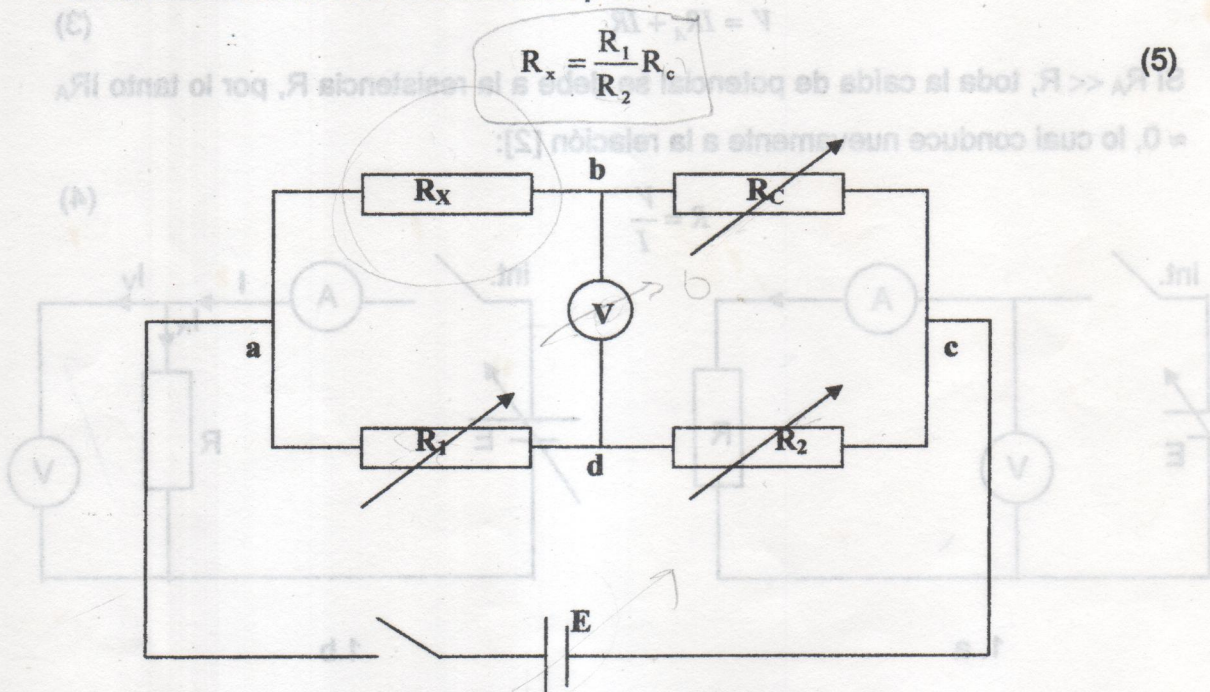

Figura 2. Puente de Wheatstone.
El puente de resistencia o puente Wheatstone, se utiliza para determinar el valor de un resistor desconocido por comparación con tres resistores cuyas resistencias se pueden modificar. El circuito de este puente, mostrado en la figura 2, básicamente consta de f.e.m, tres resistores de precisión [R_1 , R_2 y R_c], un detector V sensible a pequeñas diferencias de potencial y el resistor R_x cuyo valor de resistencia se va a determinar.
- Arme el circuito mostrado en la figura 2.